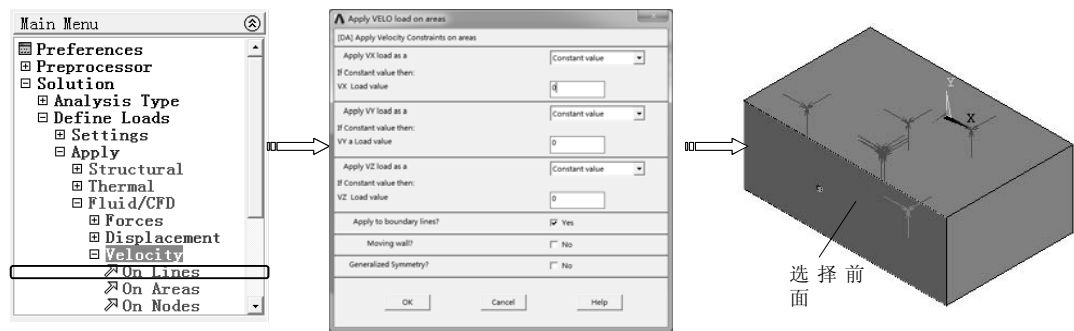

图 10-97 施加无滑移边界条件
- 13) 选择“Main Menu>Solution>Define Loads>Apply>Fluid/CFD>Velocity>On Lines”命令，弹出实体选取对话框，选择前面，单击“OK”按钮，弹出“Apply VELO, load on areas”对话框，在“VX load value”下的文本框中输入数值 0，在“VY a load value”下的文本框中输入 0，在“VZ load value”下的文本框中输入 0，单击“OK”按钮完成约束，如图 10-97 所示。